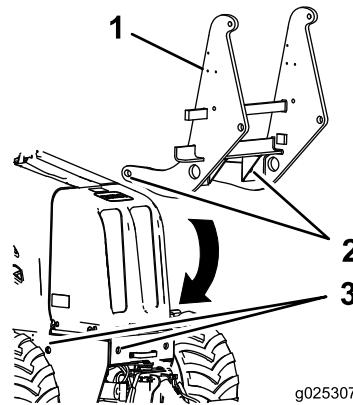

Figure 1
- Utilisez un matériel de levage pour éléver ou abaisser le cadre de montage jusqu'à ce que les trous du cadre de montage soient alignés sur ceux de la machine; voir Figure 1.